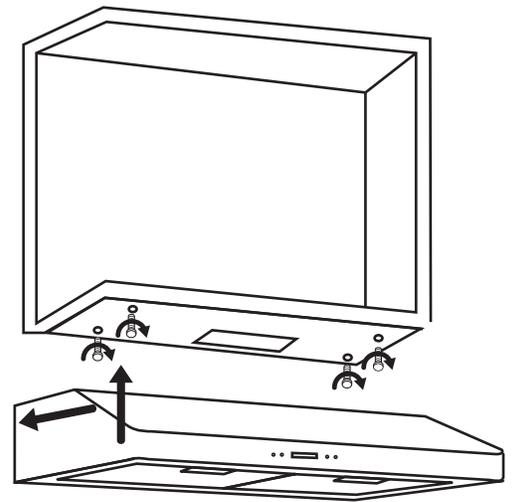

Figure 6
- En utilisant les mesures fournies à la page 7, mesurez et percez 4 trous dans le fond de l'armoire. (Voir Figure 6)
- Alignez la hotte aux trous dans le bas de l'armoire et vissez-la. (Voir Figure 6)